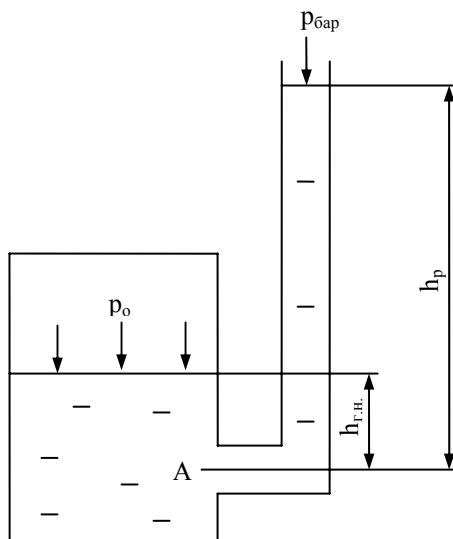

Рисунок 2.1 – Схема к задаче 2.5
2.5 Сосуд, заполненный ртутью не на весь свой объем, соединен с пьезометром (см. рис. 2.1). Высота столба жидкости $h_{\text{г.н}}$ в сосуде над точкой А равна 0,65 м, а в пьезометре – $h_p = 2,3$ м. Определить давление над свободной поверхностью ртути в сосуде (температура ртути 20 °C), если барометрическое давление $p_{\text{бар}}$ составляет 101,3 кПа.
2.6 Определить разрежение и вакуумметрическое давление в сосуде (см. рис. 2.1), используя данные задачи 2.4, с учетом того, что высота столба жидкости в сосуде равна 2,1 м, а в пьезометре – равна 1,95 м.
2.7 В сосуд, заполненный водой (см. рис. 2.1), поместили куб, плавающий на поверхности жидкости. При этом уровень воды в пьезометре с 3,6 м повысился на 0,2 м. После этого сосуд закрыли и пространство над свободной поверхностью жидкости заполнили газом с абсолютным давлением 140 кПа. Определить избыточное давление в точке А в обоих случаях. Чему равно давление на свободную поверхность со стороны куба?